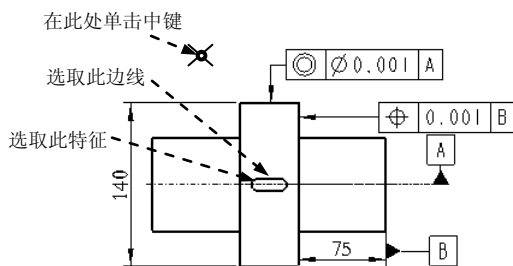

图 5.6.33 定义公差参照 (二)
(2) 在系统 **选取多边, 尺寸界线, 基准点, 多个轴线, 曲线 或 顶点.** 的提示下, 选取图 5.6.33 所示的边线为放置位置参照。
(3) 在图 5.6.33 所示的位置单击中键, 放置“对称度”公差。